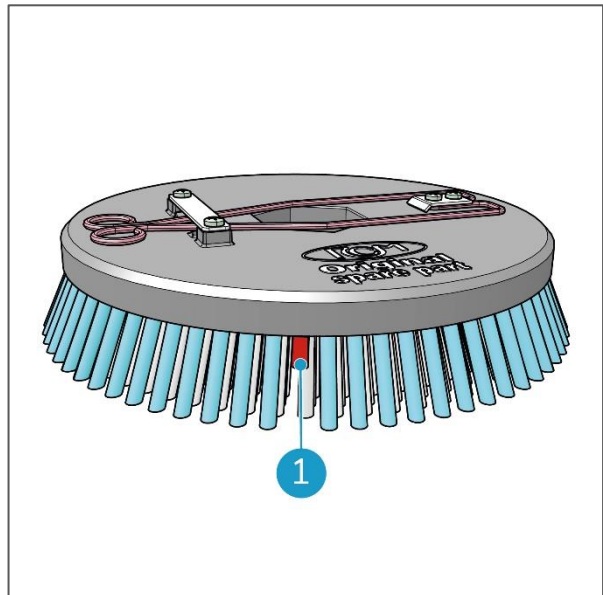

Figura 44
2. Comprueba el estado de los cepillos de disco. Si la longitud de las cerdas está cerca de la longitud del grupo de cerdas rojas (Figura 44, pos. 1), debe sustituirse.